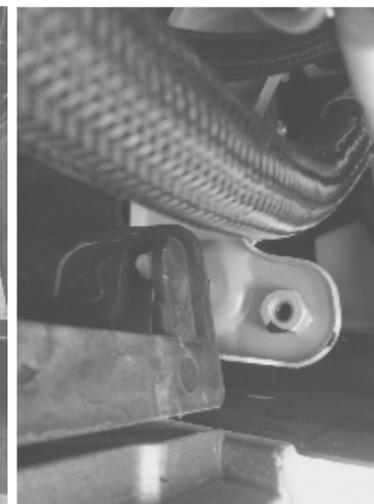

figura 1
- 1) Colocar los anclajes (B y C) usando los tornillos M8 con sus arandelas correspondientes por detras del soporte con tuerca que se muestra en la figura 1 (lado conductor) y figura 2 (lado pasajero)